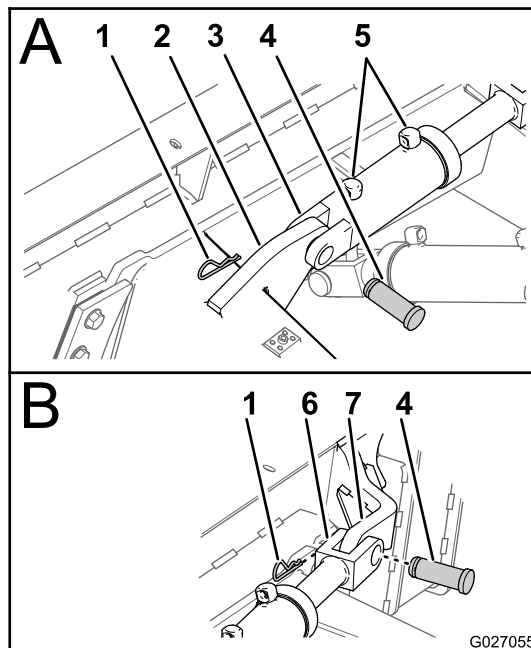

Figura 38
1. Alinee el taladro del acoplamiento de montaje del extremo fijo del cilindro de elevación – longitud retraída 51.4 cm (20.25 pulgadas); diámetro de la varilla 44.5 mm (1.75 pulgadas) con el taladro de la pestaña de montaje del conjunto de brazos de elevación, según se muestra en Figura 38, A.
2. Sujete el acoplamiento de montaje del cilindro de elevación a la pestaña de montaje con un pasador de horquilla (1-1/4 x 4-7/16 pulgadas) y una chaveta (Figura 38).
3. Alinee los taladros del acoplamiento de la varilla del cilindro de inclinación con la pestaña del cilindro de la hoja de relleno, según se muestra en Figura 38, B.
4. Sujete el acoplamiento de la varilla a la pestaña del cilindro con un pasador de horquilla (1-1/4 x 4-7/16 pulgadas) y una chaveta (Figura 38).